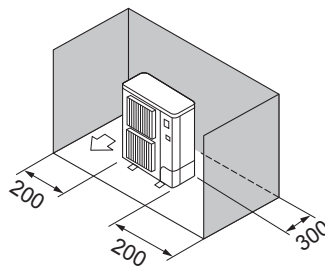

Fig. 2-5
- ③ Alleen obstakels aan de achterzijde en de zijkanten (Fig. 2-5)